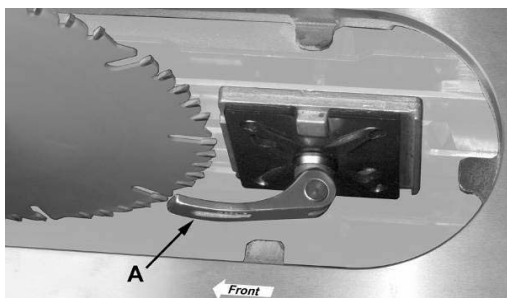

Рис. 14
4. Потяните ручку (А см. рис. 14) и снимите расклинивающий нож, делая заметки, в каком направлении расклинивающий нож должен быть подвинут с целью приведения его в параллель с пильным диском.